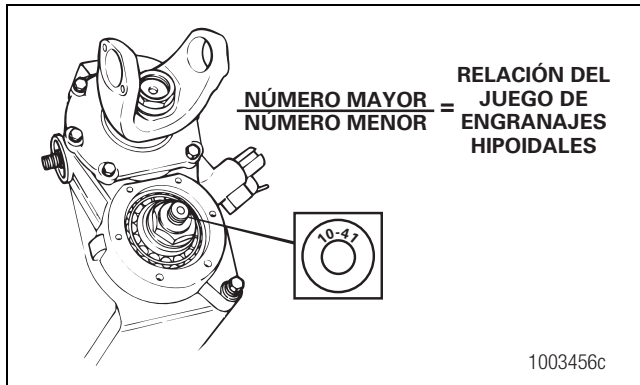

Figura 4.19
2. Examine la caja del portador. Identifique y anote los números de los dientes de los juegos de engranajes estampados en el extremo del piñón de mando. Figura 4.19.
3. Calcular la relación del juego de engranajes hipoidales dividiendo el número mayor por el número menor. Figura 4.19.